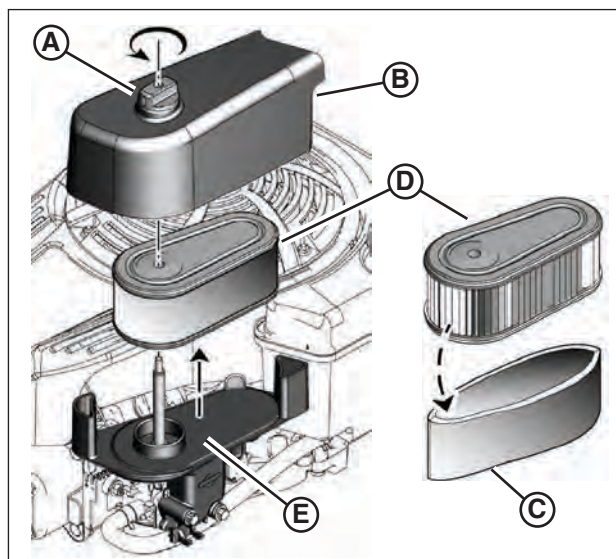

Figura 15: Filtro de aire y prefiltrador
1. Retire el sujetador (**A**, **Figura 15**) y la cubierta del filtro de aire (**B**).